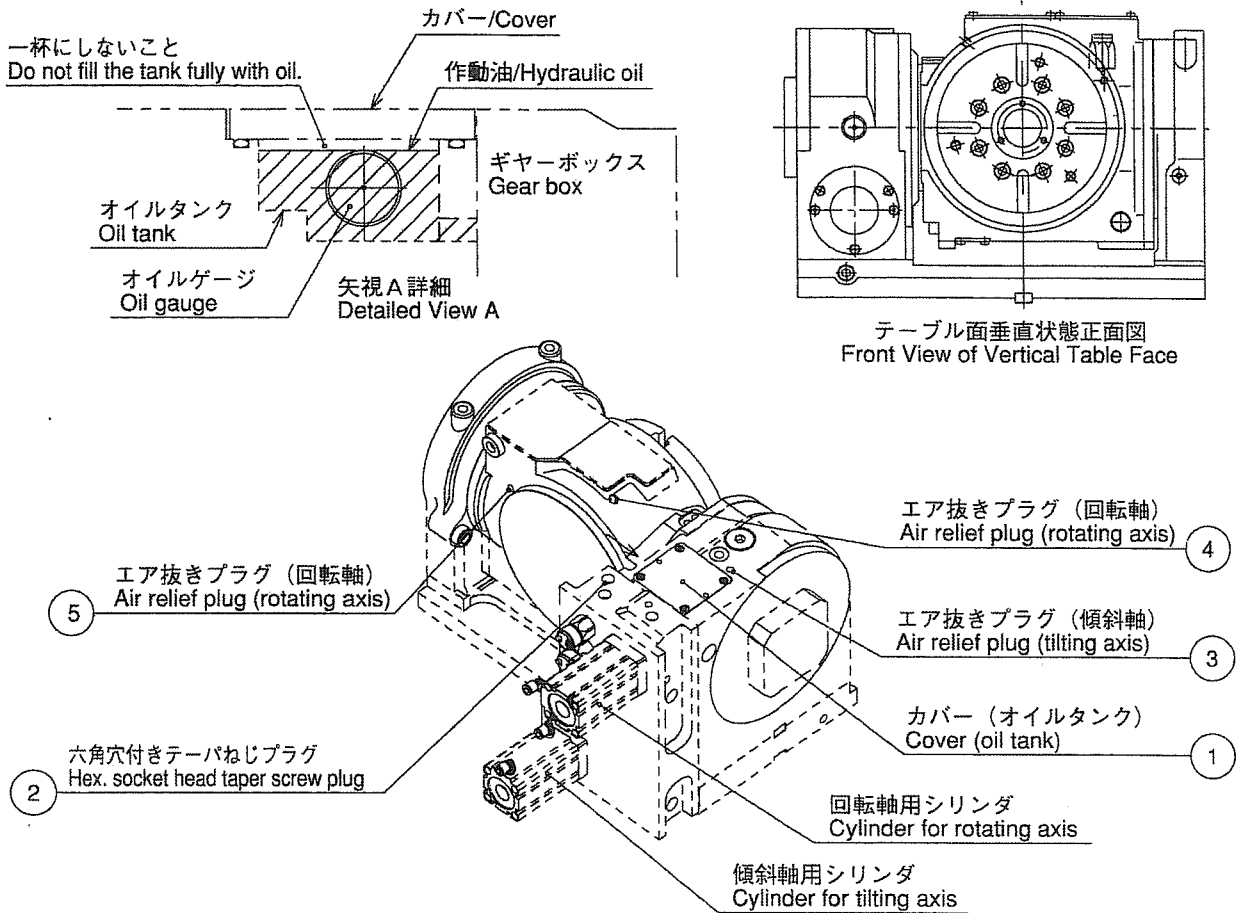

Fig. 2
7-1 空油圧クランプ仕様時 (Fig.2 参照)
7.1 Pneumatic clamp system (See Fig.2.)